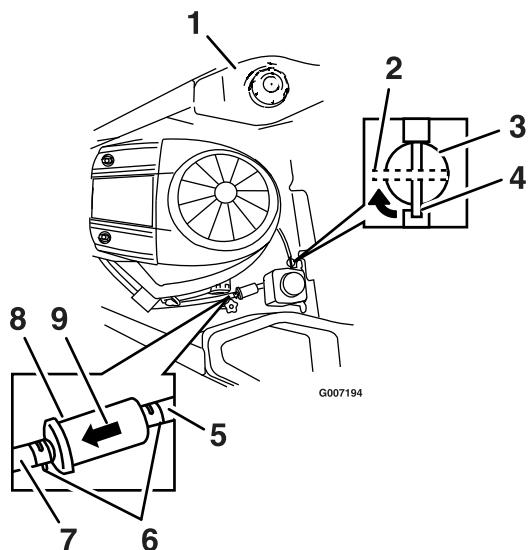

Figure 31
5. Pincez les extrémités des colliers et faites glisser ceux-ci pour les éloigner du filtre (Figure 31).
7. Montez un filtre neuf en veillant à pointer la flèche indiquant le sens d'écoulement vers le moteur. Rapprochez les colliers de flexibles du filtre (Figure 31) pour le fixer en place.